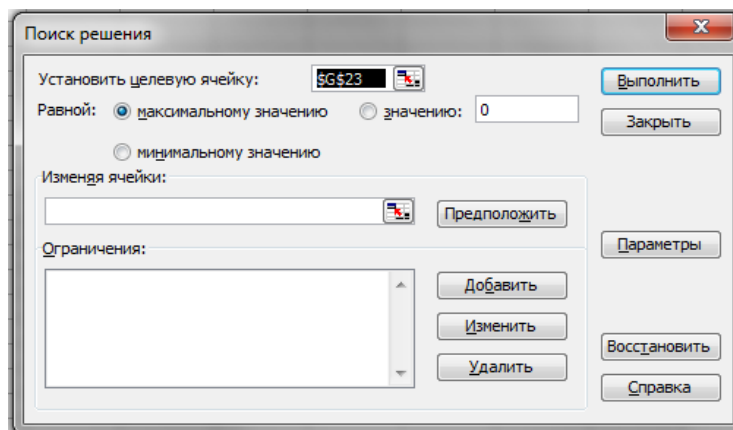

Рисунок 7 - Меню Поиск решений
• В строке «Меню» указатель мышки поместить на «Сервис». В развернутом меню выбрать команду «Поиск решения». Появляется диалоговое окно «Поиск решения» (рис. 7).